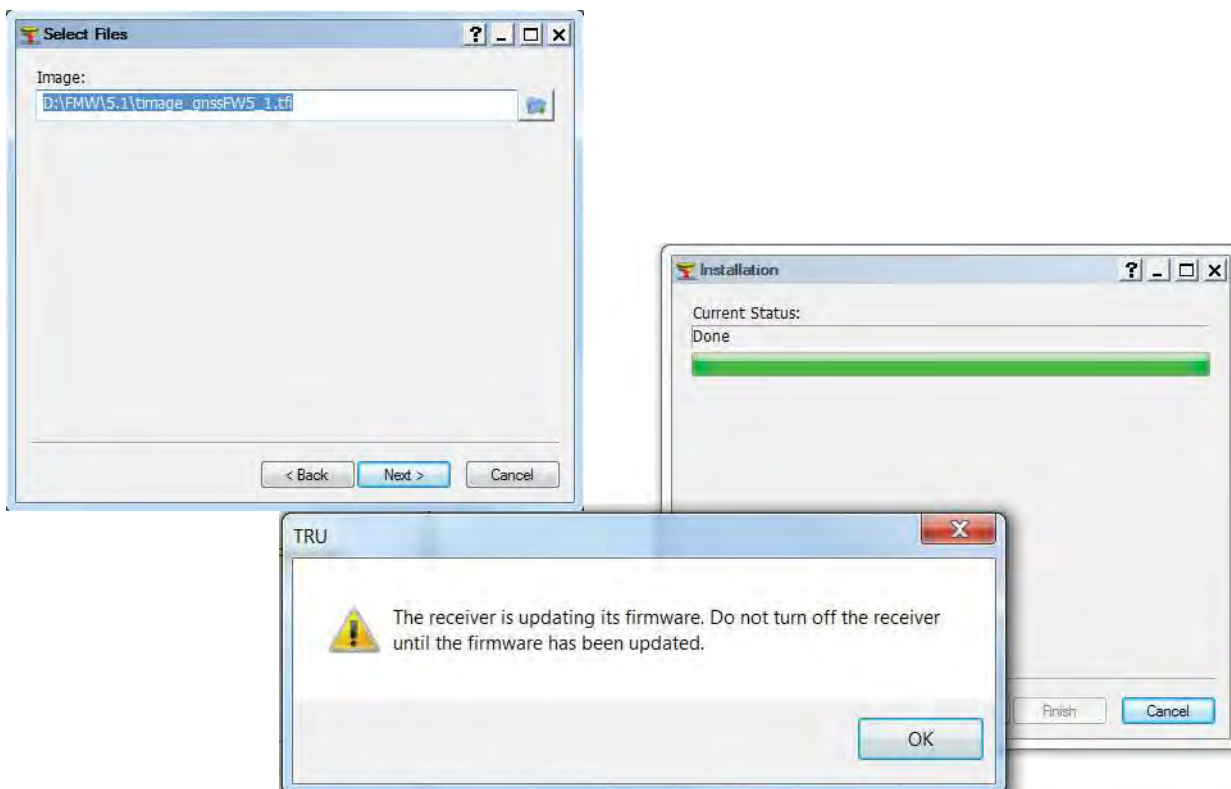

Рис. 17: Выбор файлов/Установка
12. Нажмите **Далее**. Откроется диалоговое окно **Выбр.файлы** (Рис. 17).
14. Нажмите **Далее**. Открывается диалоговое окно **Установка**, и начинается скачивание новой версии прошивки (Рис. 17).